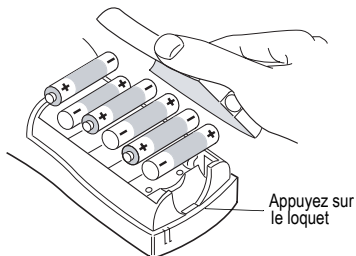

Figure 2
1. Appuyez sur le loquet situé sous l'imprimante pour ouvrir le couvercle du compartiment à piles. Voir Figure 2.